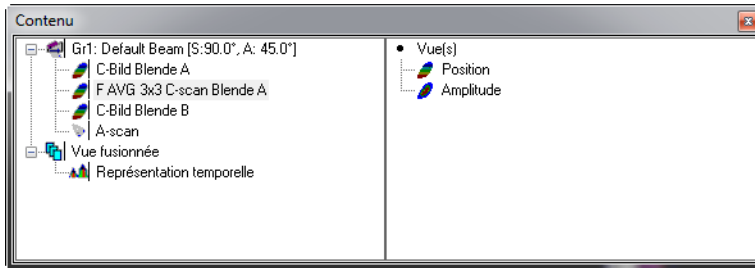

Figure 7-60 Boîte de dialogue Contenu
2. Sélectionnez **Vue > Contenu** dans le menu et ajoutez les données filtrées par la matrice à l'affichage (voir la Figure 7-60 à la page 421).